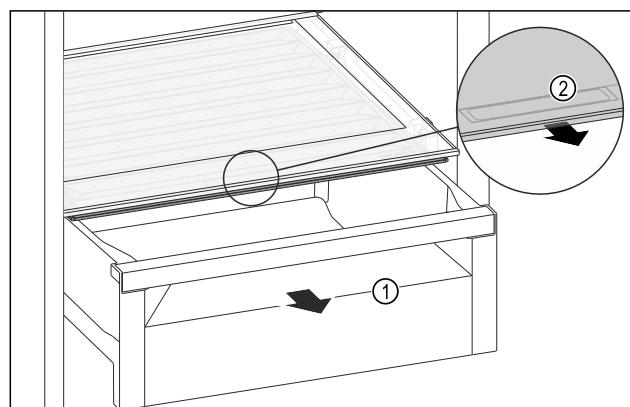

Fig. 121
- Izvlecite predal Fig. 121 (1).
- Primiti prijemanlo vdolbino Fig. 121 (2) na pokrovu predala in predal istočasno povlecite naprej.